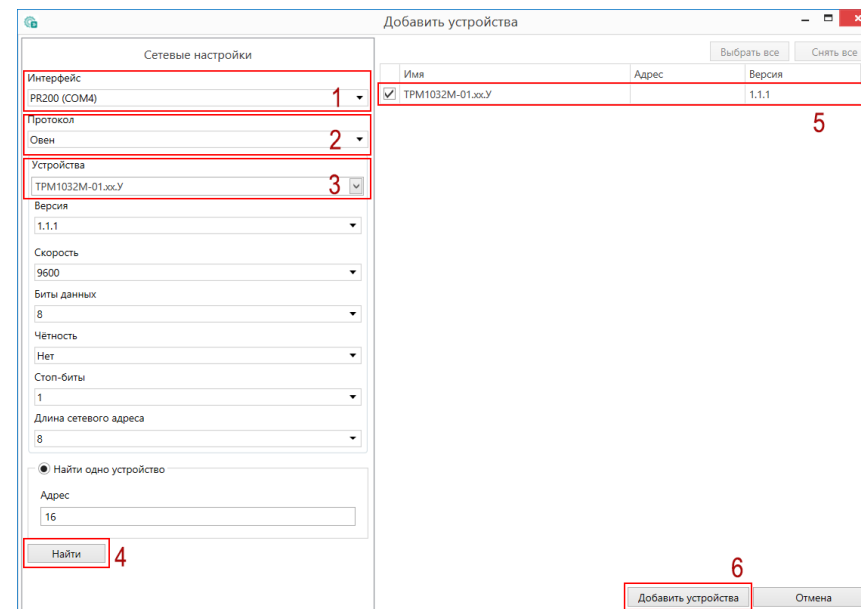

Рисунок 6.2 – Настройки связи с устройством
6. Выбрать интерфейс для подключения (см. рисунок 6.2, 1). Номер COM порта, присвоенный прибору, можно узнать в Диспетчере устройств Windows.
7. Выбрать протокол **ОВЕН** (см. рисунок 6.2, 2).
8. Выбрать устройство (см. рисунок 6.2, 3). Модификация прибора указана на боковой стороне прибора.
9. Выбрать **Найти одно устройство**, если добавляется один прибор. Запустить поиск нажатием на кнопку **Найти** (см. рисунок 6.2, 4).
10. Выделить найденное устройство (см. рисунок 6.2, 5).
11. **Добавить устройство** в проект Конфигуратора по нажатию кнопки **Добавить устройства** (см. рисунок 6.2, 6).
Допускается обновление одного или нескольких устройств. Следует выделить нужные устройства из списка (см. рисунок 6.2, 5) и выбрать **Обновить устройство** в контекстном меню или главном меню.